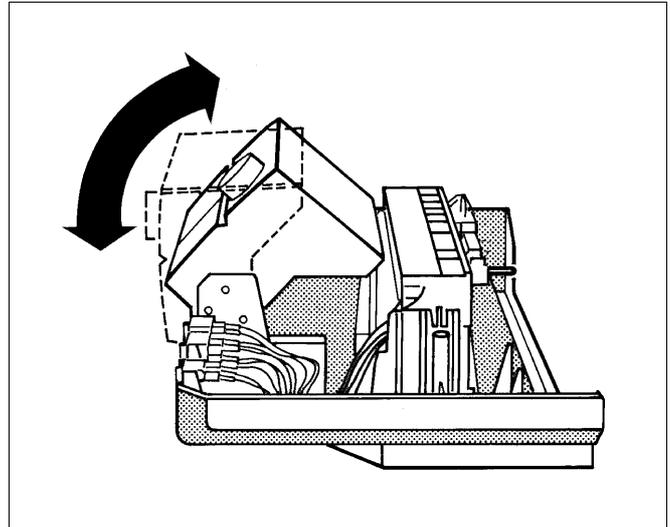

Abb. 17 Regelgerät in gewünschte Stellung schwenken
- Anzeigeeinheit in die gewünschte Stellung schwenken. Bei Kombination mit einem LT-Speicher empfiehlt es sich, die Anzeigeeinheit geradzustellen (Abb. 17).